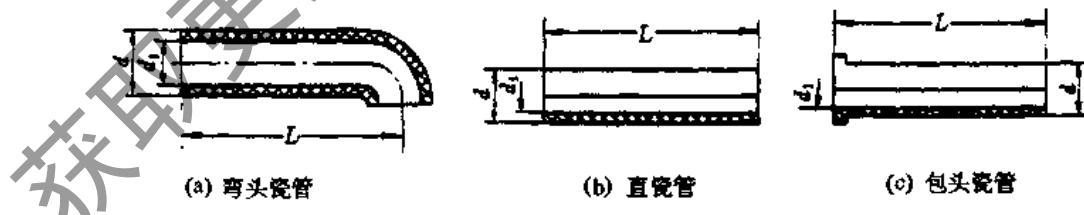

图 2-41 瓷管
(4) 瓷管 在导线穿过墙壁、楼板及导线交叉敷设时，用瓷管作保护管。瓷管分直瓷管、弯头瓷管和包头瓷管三种，常用的长度有 152mm、305mm 等，内径有 9mm、15mm、19mm、25mm、38mm 等，其外形如图 2-41 所示。